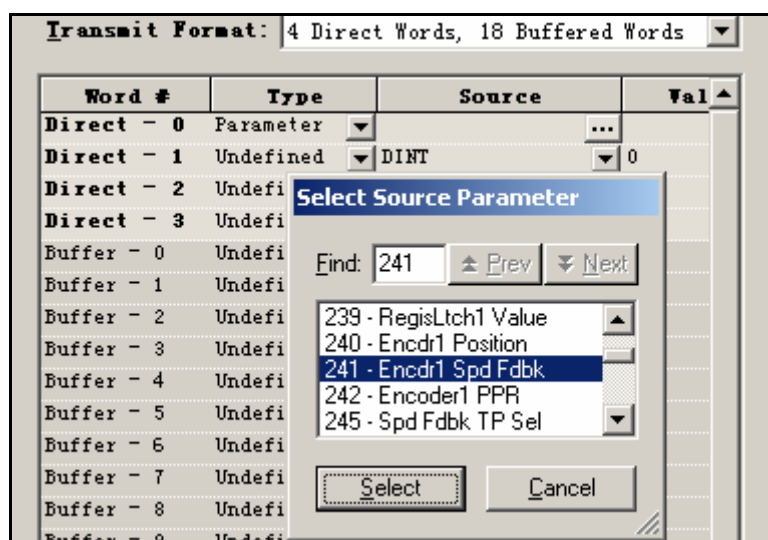

图 6-25 配置在 Direct Word-0
10) 在 Direct Word-0 一项中, 选择 Parameter 作为 Type。然后在 Source 中, 点击 , 选择参数 241 [Encdr1 Spd Fdbk]作为 Direct Word 0 的 Source 参数。上述设定的含义是将来自手轮编码器的速度反馈值发送到光纤网络上。Direct Word-0 参数设置如图 6-25 所示。